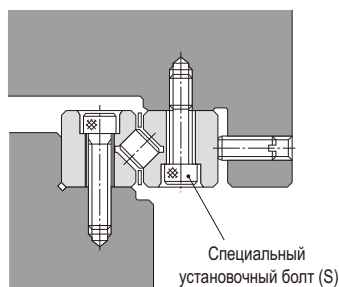

Рис.2
Если в силу конструктивных особенностей, нельзя выбрать другой способ монтажа, кроме как указанный на Рис.2, используйте специальный монтажный болт (S), показанный на Рис.3.